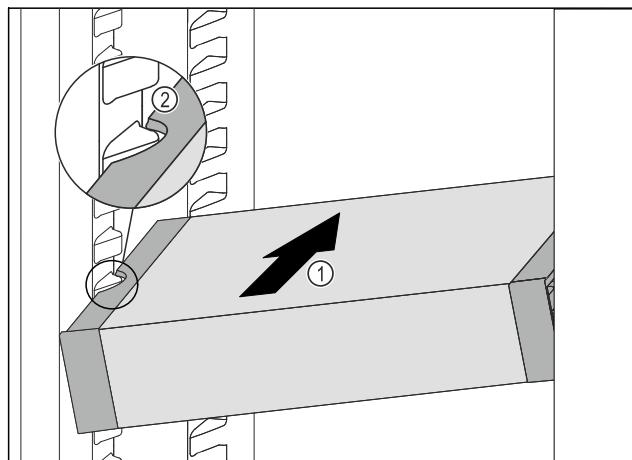

Fig. 95
- Вдвигайте VarioSafe под наклоном в холодильное отделение Fig. 95 (1), пока боковые выемки Fig. 95 (2) VarioSafe не окажутся на высоте выступа резервуара в холодильном отделении.